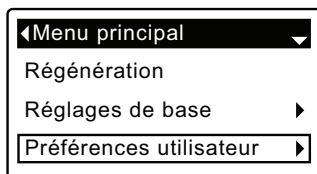

FIG. 45
1. À partir d'un écran d'état dynamique, appuyez sur le SÉLECTEUR (O) pour afficher le **Menu principal**.
2. Appuyez sur le bouton BAS (▼) pour faire défiler les options du menu et mettre en évidence **Préférences utilisateur** (cf. Figure 45).